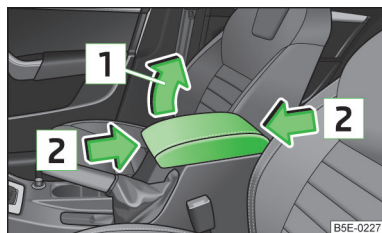

Abb. 52
- » Abb. 52 in eine der 4 Raststellungen heben.
- Den Deckel in Pfeilrichtung **2** » Abb. 52 in die gewünschte Position verschieben.